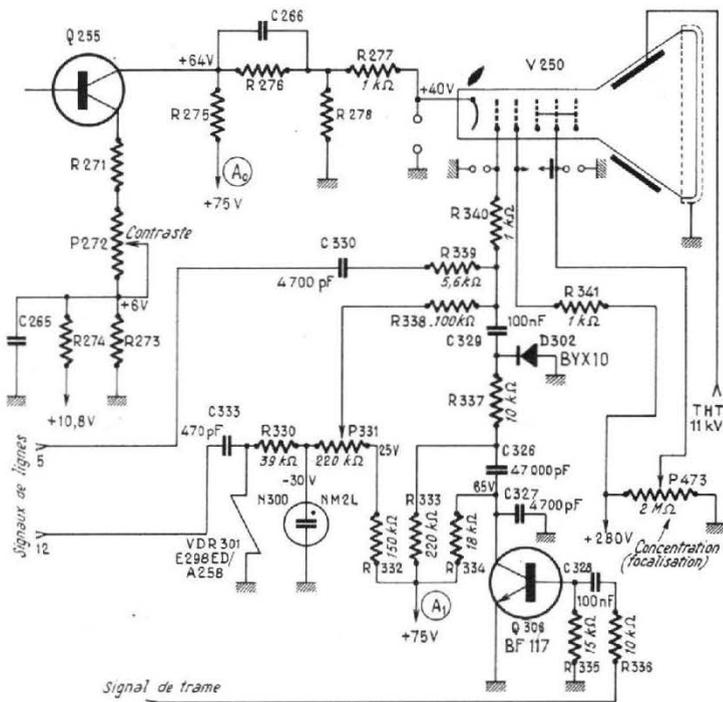

FIG. 12.
rivée » de signaux l'une vers R339 et C330, l'autre vers C329 et la troisième vers R338. (Fig. 12).
La figure 12 (voir nos précédents articles pour les figures 1 à 10) donne le schéma de montage des circuits de commande et d'alimentation du tube cathodique utilisé dans le téléviseur Barco que nous avons pris comme exemple.
En tenant compte du montage de l'étage final VF (voir Fig. 9 de notre précédent article), on voit que l'électrode d'attaque du tube cathodique est la cathode, le wehnelt, restant disponible est utilisé pour d'autres positions statiques et dynamiques. La sortie VF est reproduite sur la figure 12.
La THT, enfin, qui est dans ce téléviseur de 31 cm de diagonale (A31-19 W) est engendrée (ou « générée ») par la base de temps lignes et appliquée à l'anode finale du tube, point THT sur le schéma de la figure 12.
Sur le schéma de la figure 12 on a représenté la mise à la masse de la couche extérieure de graphite du ballon du tube cathodique.
On remarquera que cette tension de +75 V est également utilisée par le circuit de réglage de luminosité, la résistance R322 créant la chute de tension donnant +25 V à une des extrémités du potentiomètre P331 (voir Fig. 12).
Les impulsions négatives de lignes sont prises au point 5 (voir Fig. 12 et 13) du transformateur de lignes et transmises au wehnelt par C330, R339 et R340.
La bonne concentration doit se maintenir sur toute la surface de l'écran aussi bien vers le centre que vers les coins. La position du curseur de P473 peut varier d'un tube à un autre. La lumière (voir Fig. 12 et 14) se réglera avec P331. Ce réglage est à la disposition de l'utilisateur. Un premier réglage peut s'effectuer avec le contraste au minimum, c'est-à-dire sans signal ou avec signal très faible. Les lignes devront être à peine visibles.
Revenons au schéma de la figure 12.
2° La tension de + 40 V sur la cathode. Si cette tension n'existe pas, vérifier la tension de + 75 V aux points A₀, A₁ et A₂ (Fig. 12 et 13). Si la tension de 75 V est absente ou très faible, vérifier la diode D406 et le condensateur C427 qui pourrait être claqué.
b) Grille accélératrice : on doit trouver 280 V environ. Si la tension est nulle vérifier sur la base de temps lignes (voir Fig. 12) C426 (peut-être claqué) D405, R422, R421, la commutation et bien entendu P423 qui règle la concentration.